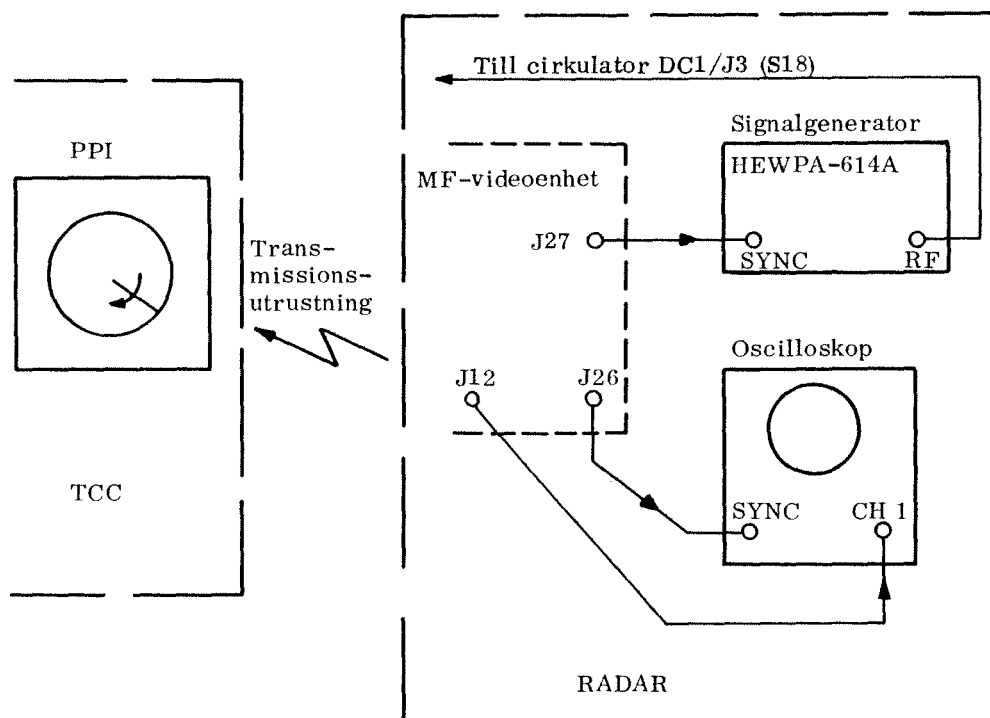

Bild 4. Uppkoppling för mätning av MDS
- Anslut mätutrustningen till radarstationen enligt bild 4.